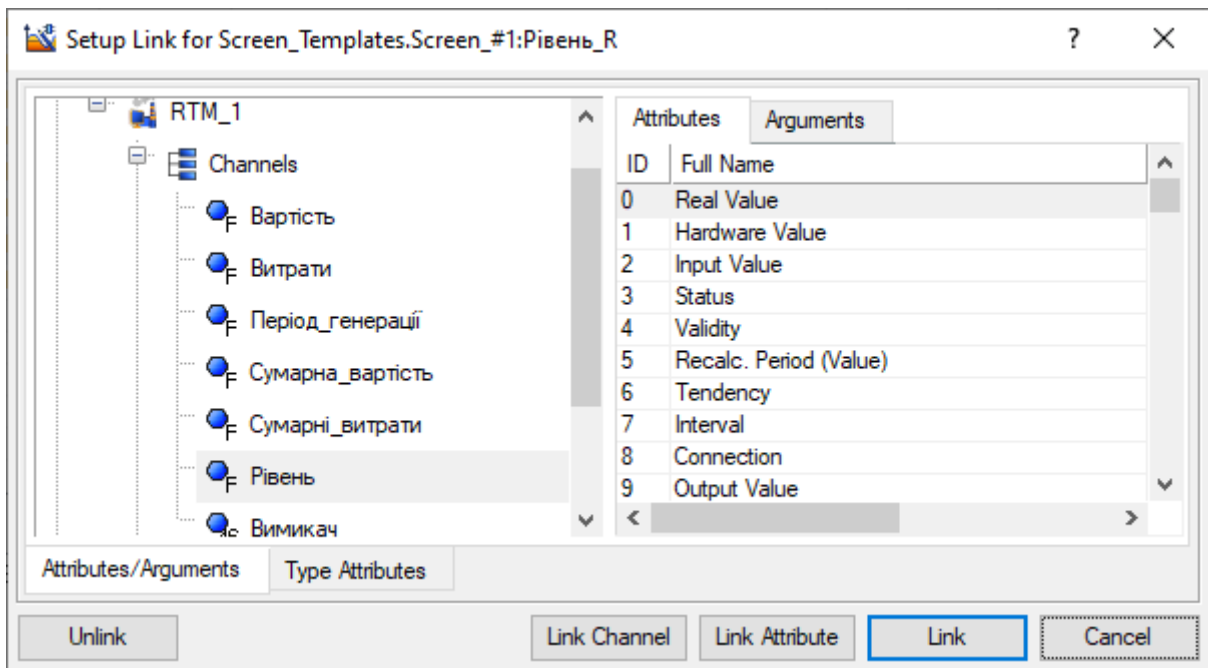
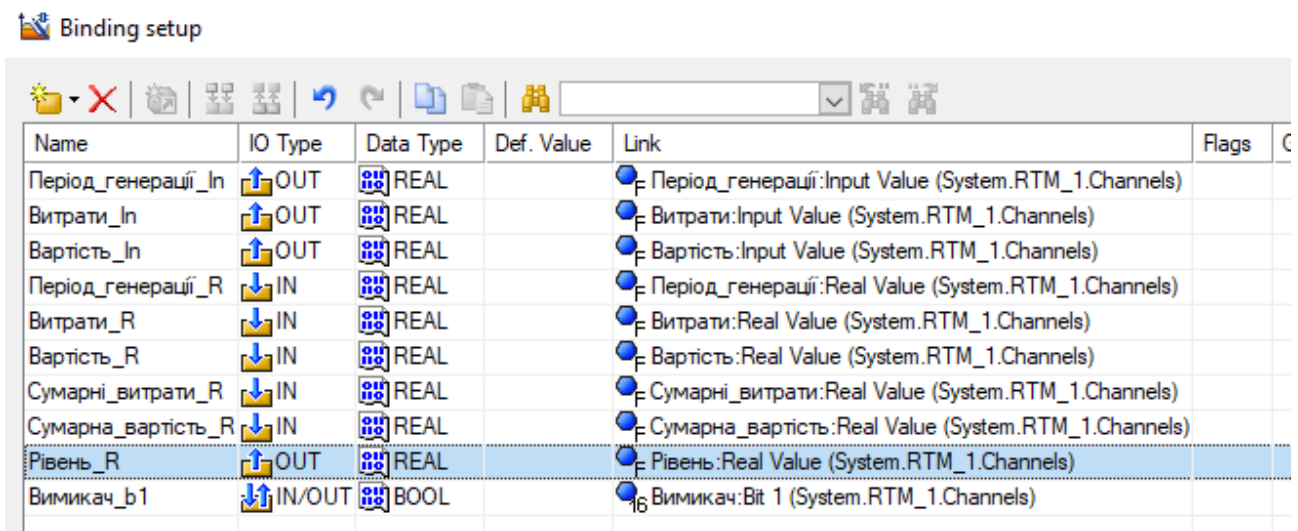

Рисунок 23 – Настроювання прив’язки до каналу Рівень
Рисунок 24 – Остаточний вигляд вікна прив’язок
1.7 Прив'язати криву ГЕ **Trend** (Тренд) та процес наповнення ємності рідиною до сигналу **Рівень** програми. На екрані подвійним ЛК на ГЕ **Trend** (Тренд) відкрити вікно його властивостей. Перейти на вкладку  **Curves** та подвійним ЛК розкрити розділ **Curve1**. У правому полі рядка **Binding** (Прив'язка) ЛК відкрити вікно **Binding setup** та вибрати рядок **Синусоїда_Рівень_R** (див. рис. 4). Подвійним ЛК у полі **Link** відкрити вікно, розкрити ліворуч дерево **Channels** та вибрати канал **Рівень** (рис. 23). Праворуч у закладці **Attributes** вибрати ЛК **Real Value** (Реальне значення) та послідовно кнопками **Link** та **Ok** підтвердити прив'язку атрибута. В результаті вікно прив'язок буде мати вигляд, показаний на рис. 24.